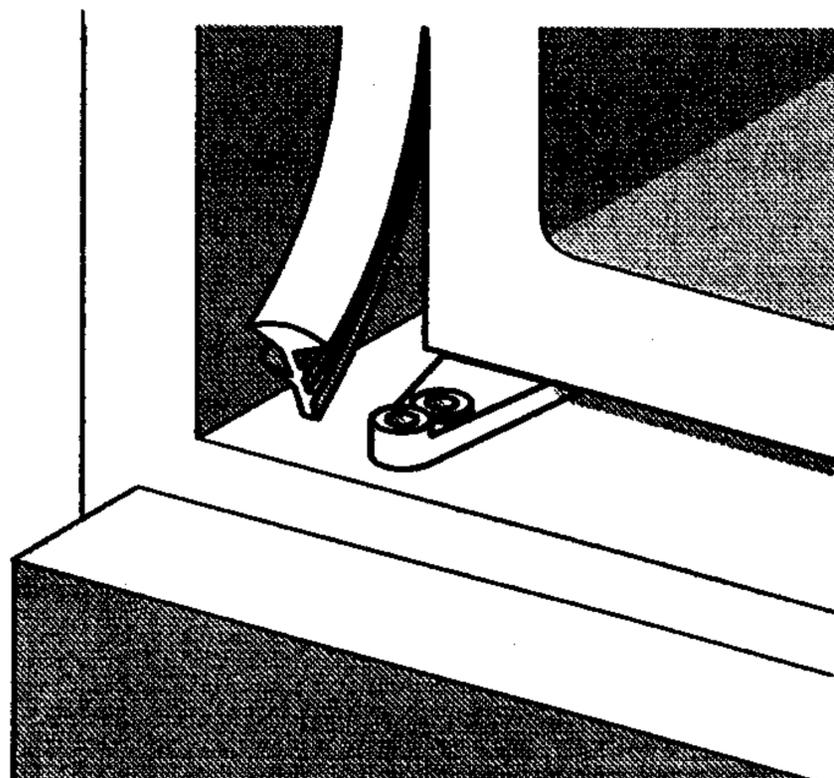

Figure 6
- ❖ Couvrez la fente à côté opposée de la porte avec le joint ajouté (Figure 6).